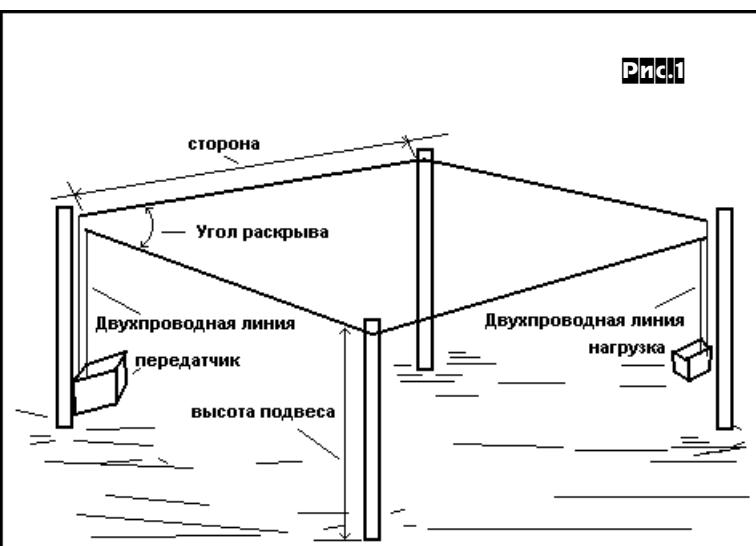

Рис.1
Немного теории. Ромбическая антenna относится к классу антенн, работающих в режиме бегущей волны. Для таких антенн характерна прямая зависимость размеров, коэффициента усиления и коэффициента направленного действия. В грубом приближении РА - это симметричная линия, провода которой расположены по сторонам ромба (рис.1). К одному из острых углов подведена линия питания, к другому подключается чисто активная нагрузка, сопротивление которой равно волновому сопротивлению линии. Режим бегущей волны в антenne обеспечивает ее постоянное волновое сопротивление, мало меняющееся при изменении частоты. РА состоит из 4-х излучающих элементов, каждый из которых в приближении можно считать нагруженным длинным проводом (LW). Диаграмма направленности нагруженного LW представляет собой в пространстве конус, ось которого совпадает с осью нагруженного длинного провода